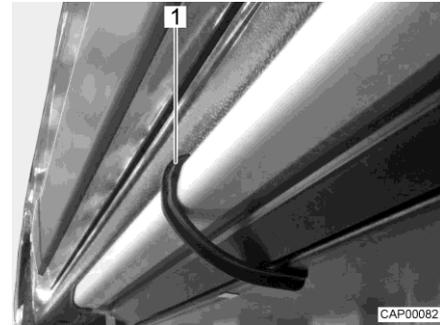

Bild 3 Halteklammer (Eintrittsstufe)
- Eintrittsstufe mit beiliegender Halteklammer (Bild 3,1) gegen Herausgleiten sichern.